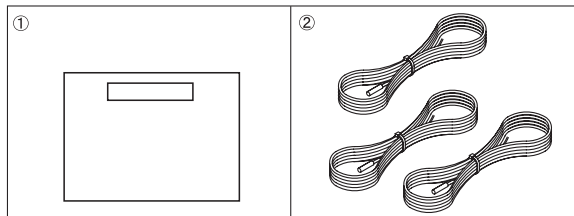

Рис. 2-1
2.1. Проверка частей (Рис. 2-1)